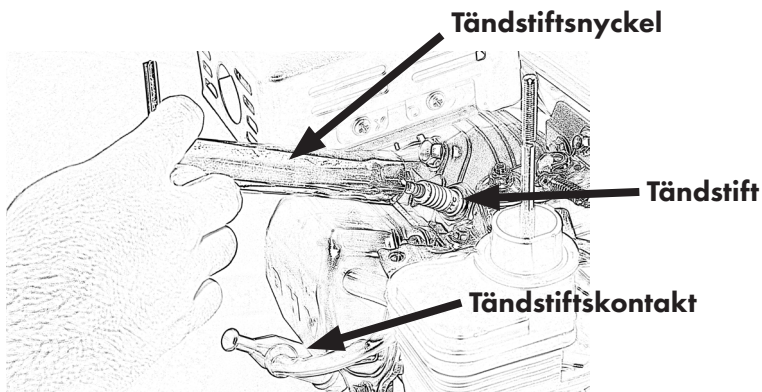

Bild 23
- Ta bort tändstiftslocket och lossa tändstiftet med hjälp av tändstiftsnyckeln, Fig. 23.